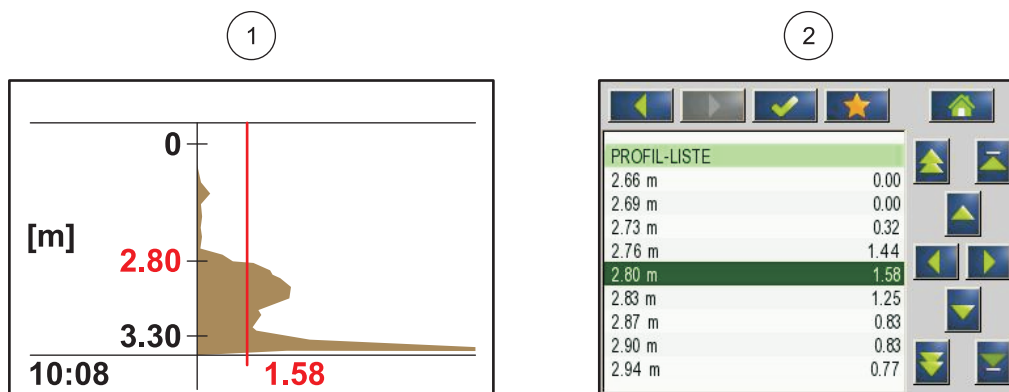

Figura 3 Profil sub formă de grafic și listă
Ecourile de la straturile mai îndepărtate sunt mai slabe decât cele de la straturile mai apropiate. SONATAX sc compensează această atenuare. Rezultatul este indicat pe dispozitivul SONATAX sc sub formă de profil. Datele pot fi găsite în lista cu profile din meniul sondei SETARE SENZOR > TEST/ÎNTREȚ. > TRANSMISIUNI (consultați LISTĂ PROFILE la pagina 24) ((2) Figura 3). Afișajul grafic (de exemplu sc1000) arată profilul operației de măsurare sub formă de grafic ((1) Figura 3).